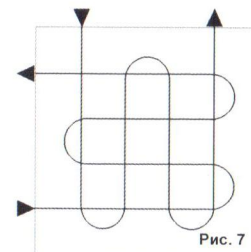

Рис. 7
- Для обеспечения равномерного покрытия не следует перемещать краскопульт слишком быстро или слишком медленно. При быстром перемещении слой покрытия получится очень тонким, а при медленном слишком толстым. (См. Рис.7, 8).